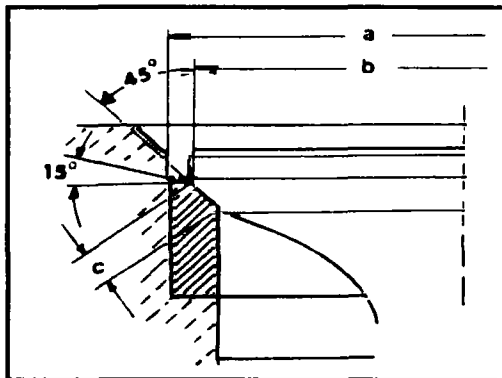

Рис. 3.10 Геометрия седла клапана
Размеры необходимые для обработки седел клапанов показаны на рис. 3.10. Проверь-
- ◆ Рассчитайте максимально допустимый припуск на фрезерование, вычитая из величины «А» минимально допустимое расстояние, которое составляет 35,8 мм для выпускных клапанов и 36,1 мм для впускных клапанов. Этот полученный припуск должен быть выдержан во время проведения нижеописанных операций - седла клапанов следует обработать как описано в разделе 2.1.2.2, сохраняя такую ширину рабочей фаски («С» рис. 3.10), какая приведена в таблице 1. Для уменьшения ширины рабочей фаски верхние поверхности седел надо обработать фрезой с углом 15°. Показанные на рис. 3.10 размеры одинаковы в обоих дизельных двигателях.